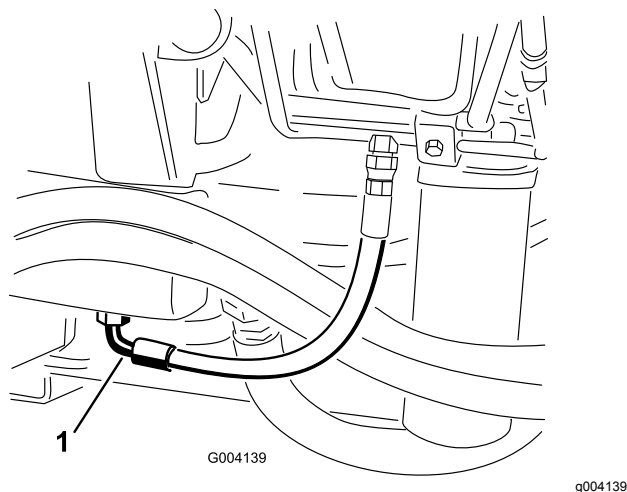

Figura 67
3. Coloque un recipiente grande debajo del acoplamiento situado en la parte inferior del depósito de fluido hidráulico (Figura 67).